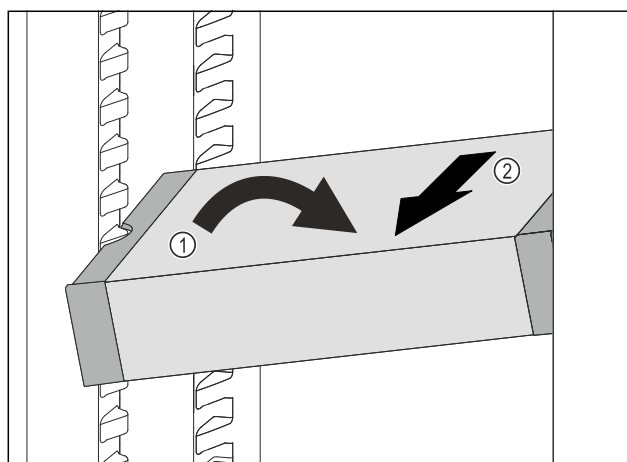

Fig. 139
- ▶ Ukosite ladicu VarioSafe u hladnjaku. Fig. 139 (1)
- ▶ Izvadite ladicu VarioSafe prema naprijed. Fig. 139 (2)